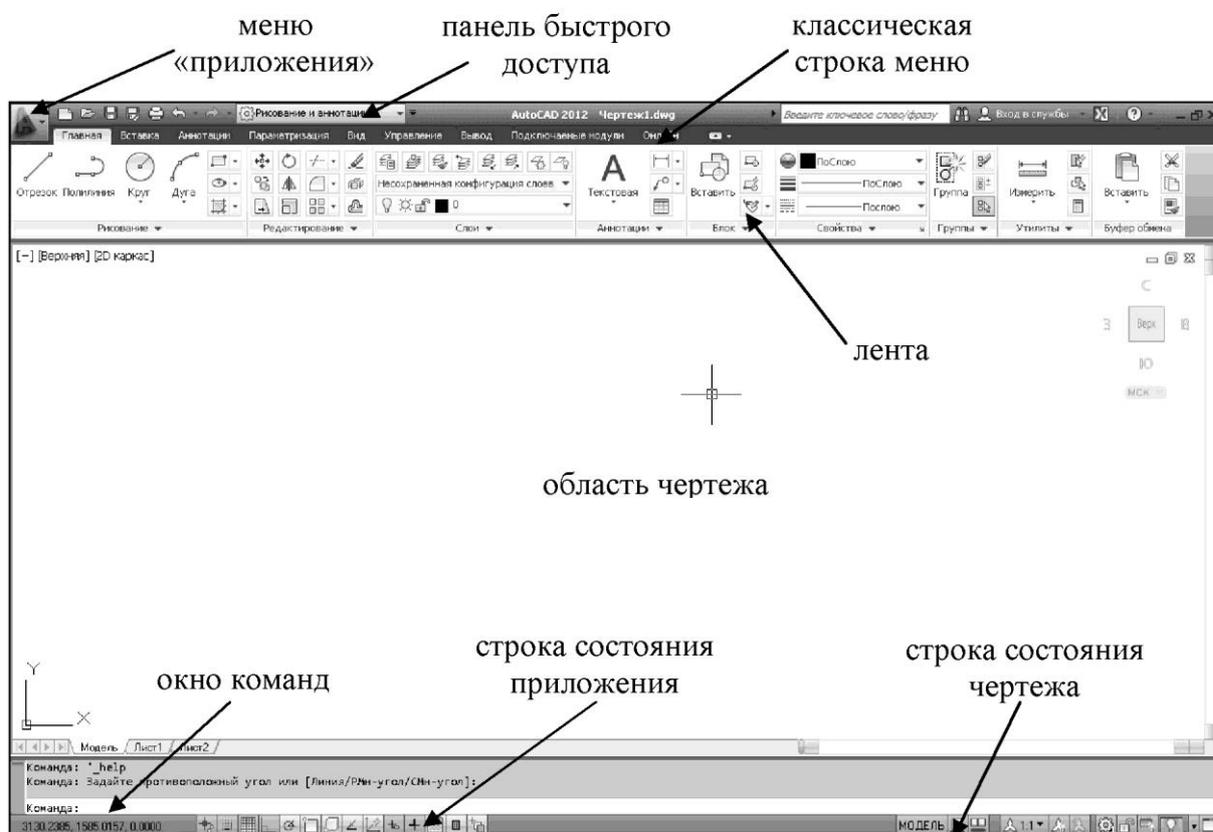

Рисунок 1. Интерфейс AutoCad 2012
- С версии AutoCad 2007 интерфейс программы приобрел современный вид (рис. 1).
На панели быстрого доступа (рис. 1) отображаются команды, позволяющие отменить или повторить (восстановить) изменения в файле. Для отмены или повторения одного из последних изменений нажать кнопку раскрытия списка справа от кнопок «Отменить» и «Повторить».
В строке состояния приложения (рис. 1) отображаются координаты курсора, а также инструменты рисования, быстрого просмотра и масштабирования аннотаций.
В строке состояния чертежа (рис. 1) отображаются инструменты для масштабирования аннотаций.